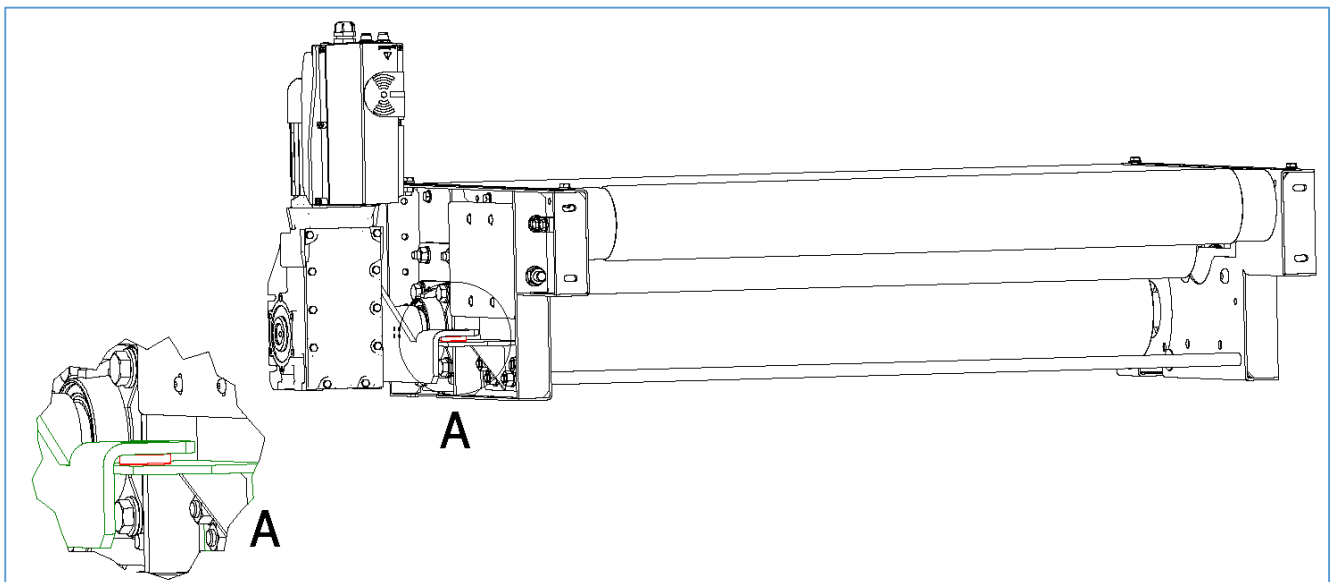

Figura 51 – Controllo del primo antivibrante
6. Controllare il posizionamento del primo antivibrante applicato al punto 2, in modo che sia tra il braccio di reazione e la sua staffa di supporto (vedi Figura 51).